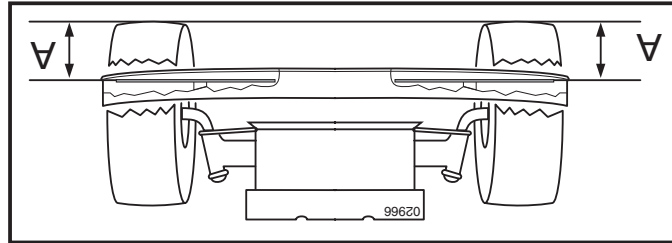

FIG. 23
- **AJUSTEMENT LATÉRAL DE PRÉCISION (Voir Fig. 23)**